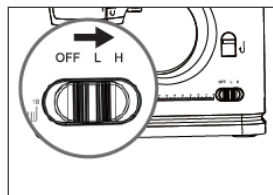

Fig.9
6. Csúsztassa a bekapcsoló kapcsolót alacsony vagy magas sebesség pozícióba, és a gép automatikusan elindul varrni. Kezdőknek az alacsony sebességet javasoljuk. (Fig. 9)